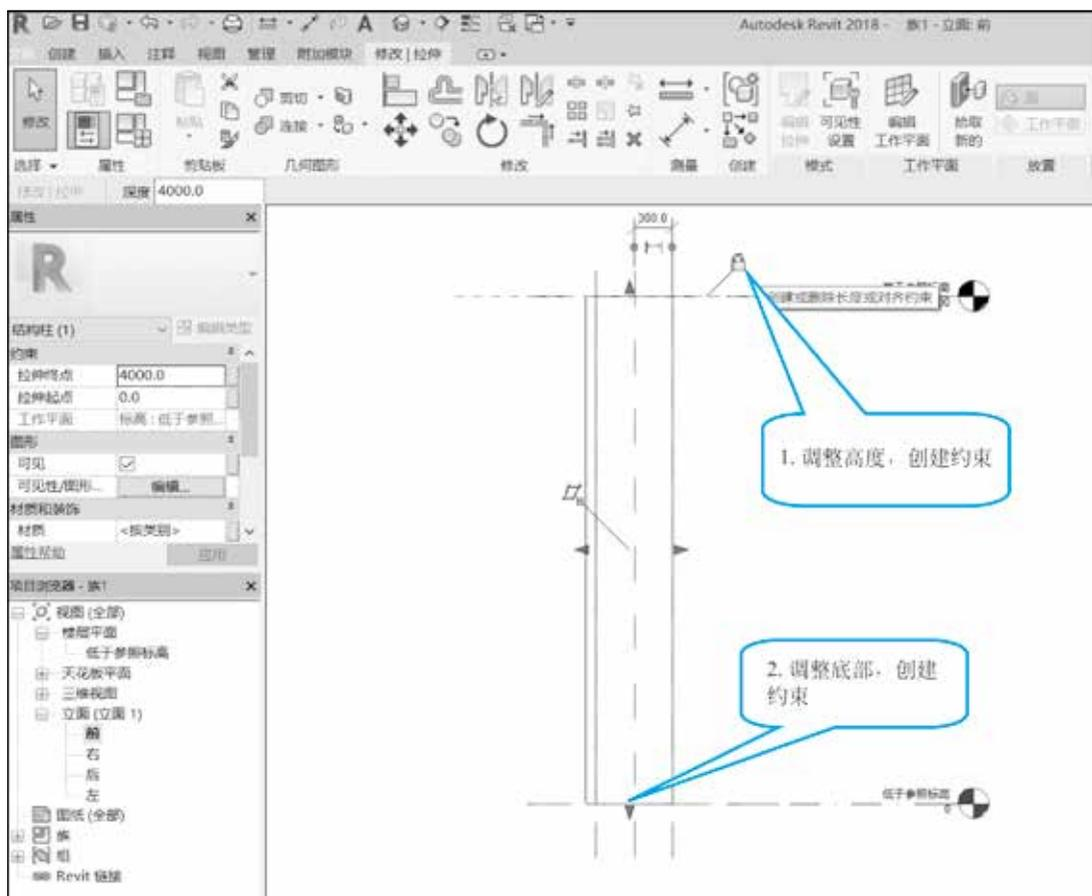

图 3.1.15 调整拉伸高度并创建约束
(5) 双击“项目浏览器”中的“前”立面，选中柱子，单击向上箭头，调整柱的高度至“高于参照标高”，单击边上的锁，创建对齐约束（这一步一定要做，否则创建的柱不会根据建筑的标高而改变高度），调整柱的底部至“低于参照标高”，单击边上的锁，创建对齐约束，如图 3.1.15 所示。